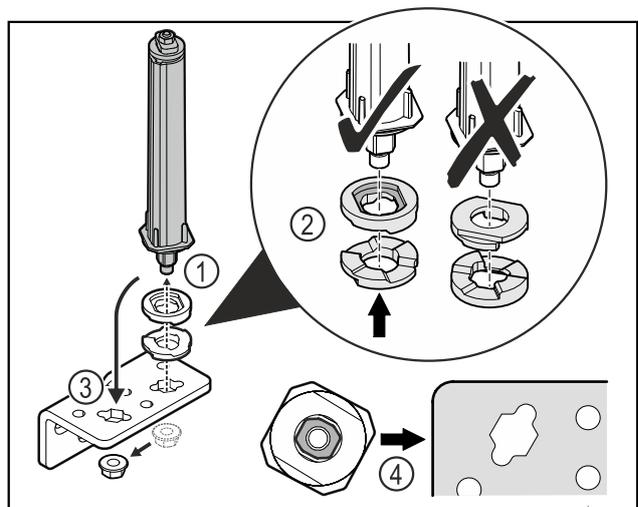

Fig. 47
- ▶ Відкрутити гайку і зняти систему запирання дверей Fig. 47 (1).
- ▶ Слідкувати за правильним розташуванням шайб для регулювання висоти Fig. 47 (2).
- ▶ Переставити систему запирання дверей у шарнірному кутику і зафіксувати гайкою Fig. 47 (3).
- ▶ Під час встановлення слідкувати за правильною орієнтацією системи запирання дверей Fig. 47 (4).